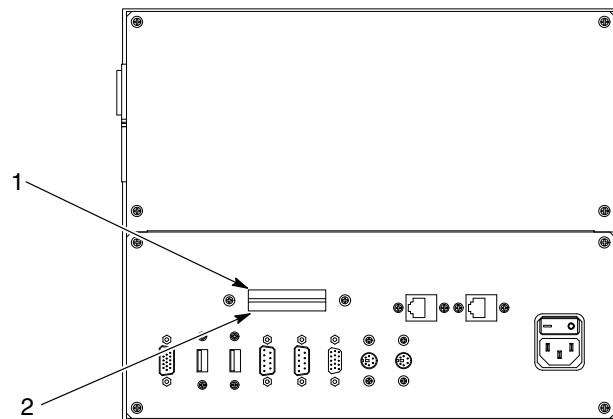

Figura 3-10 Amplasarea cardului cu datele utilizatorului și cu programul
A se vedea Figura 3-10. Fantele pentru cartela CompactFlash se află în spatele calculatorului. Cardul de deasupra (1) este cardul de date; cardul de dedesubt (2) este cardul programului iControl.